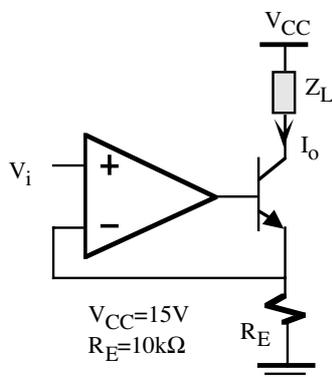

Figura P8.7
**P8.7** Demostrar que el circuito de la figura P8.7 se comporta como una fuente de intensidad controlada por la tensión de entrada  $V_i$ ,  $V_i > 0$ . Dato:  $h_{FE}=5$ .